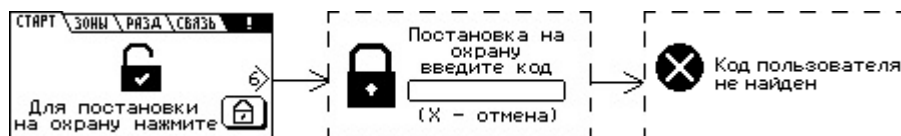

Рисунок 16 – Постановка на охрану раздела запрещена – неверный код пользователя
5) Если введенный код пользователя не совпадает с кодами, занесёнными в память прибора, звучит сигнал ошибки – длинный звуковой сигнал низкого тона (рисунок 16).